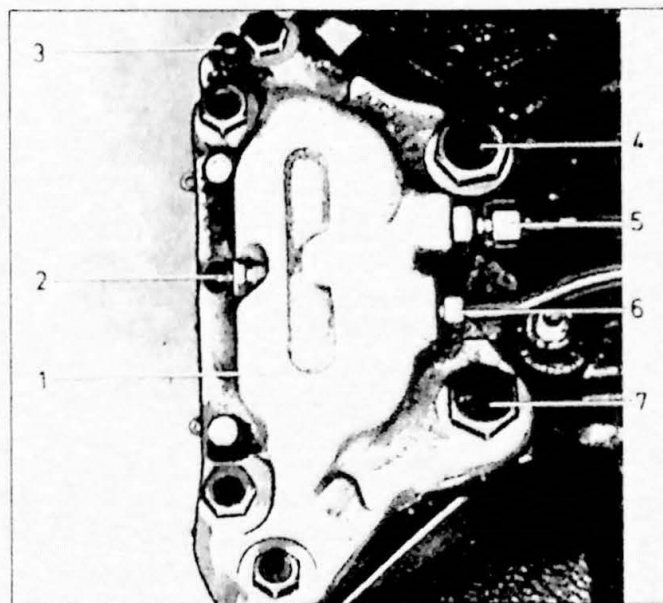
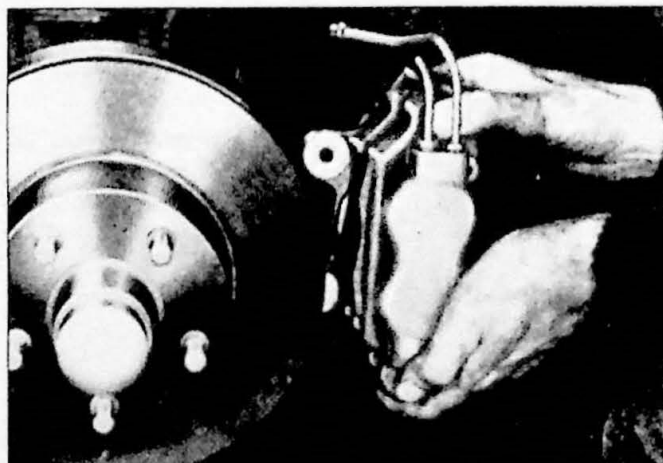

Fig. 10.5. Voorwielrem, latere uitvoering.
Fig. 10.6. Demontage van remklauw, vroege uitvoering.
3. (Geldt alleen voor auto's met schijfremmen). Draai de remleidingen los (5 en 6, Fig. 10.5), afhankelijk van de uitvoering. Neem de remklauw in zijn geheel weg (Fig. 10.6).
7. Zet de remklauw op zijn plaats. Controleer of deze de juiste positie inneemt ten opzichte van de remschijf. Controleer met een voelmaat de positie tussen de schijf en de steunbalk. Het maximale verschil mag niet meer dan 0,25 mm bedragen. Het afstellen van de positie van de remklauw kan gebeuren met vulplaatjes of ringen. Draai de bevestigingsbouten vast met een paar druppels Locktite van het AV type voor de latere uitvoeringen (Fig. 10.5). In de vroegere uitvoeringen monteren we een borgplaatje waarvan de lip omgeslagen wordt om de moer.